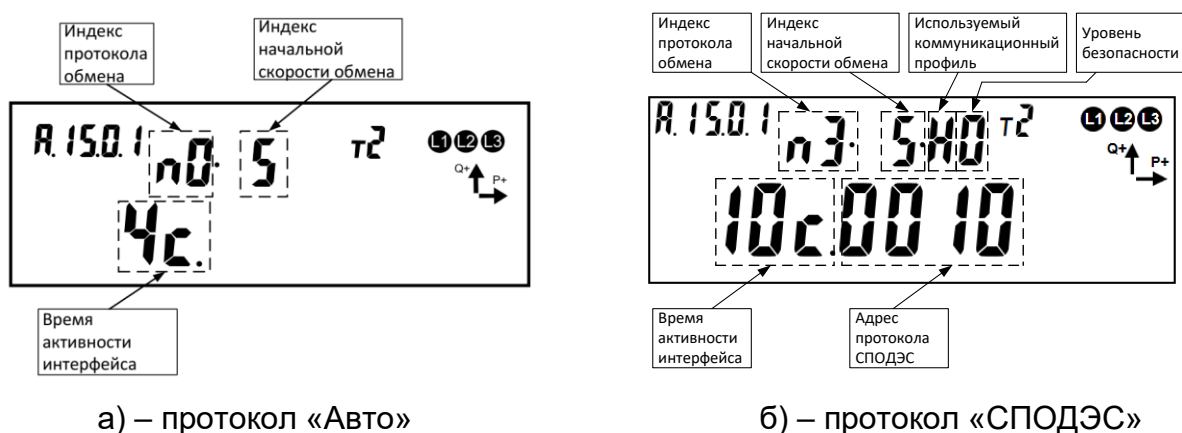

Рисунок 34 – Пример вывода настроек протокола связи.
- адрес протокола СПОДЭС - это физический адрес (physical server address, он же lower HDLC address). Для оптического интерфейса адрес всегда равен 16 (0x10), для остальных портов настраивается по интерфейсам. На ЖКИ адрес отображается в шестнадцатеричном виде (см. рисунок 34).